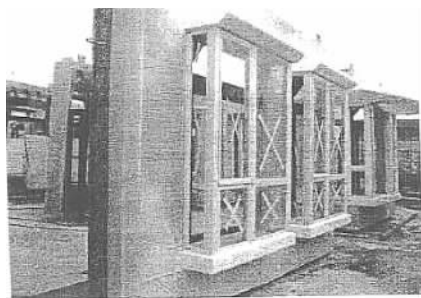

图3 预制窗构件
(1) 预制佛沙(Precast Facade),其优点是铝窗框预先装在外墙上,由于在工厂已对结合部分进行防水处理,这比现场安装进行防渗漏处理的效果要好的多(图 3)。
(2) 预制外墙(Lost Form)优点是外墙瓷砖在制作预制外墙时先装在成型铁模上,而后浇筑混凝土制作完成预制外墙,即在加工厂已将外墙瓷砖粘在外墙表